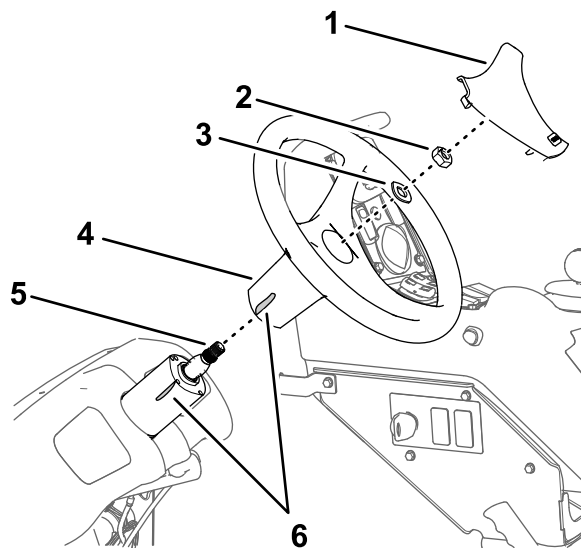

Bild 159
2. Entfernen Sie die Abdeckung vom Lenkrad (Bild 159).
3. Nehmen Sie die Mutter (5/8") und Scheibe (5/8") ab, mit denen das Lenkrad am Lenkventil befestigt ist, und nehmen Sie das Lenkrad ab (Bild 159).